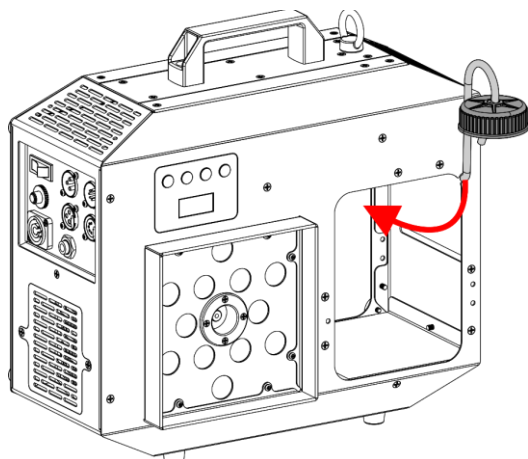

Fig. 16
- 11) Trek de rubberen slang uit het gat aan de voorkant, zoals getoond in Fig. 16.